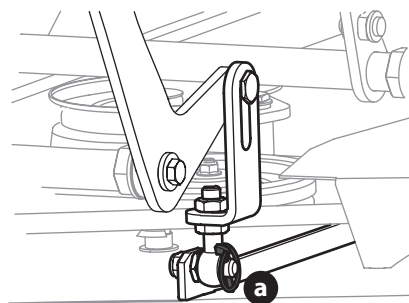

Fig. 50
4. Extraiga los cuatro pasadores lynch (a) que aseguran la plataforma al conjunto de elevación (Fig. 50).